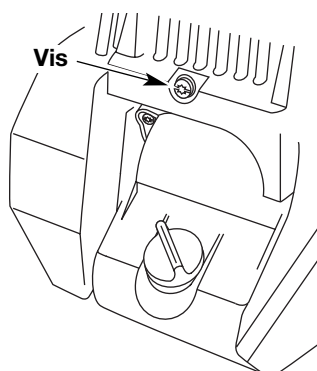

Fig. 36
3. Enlevez la vis derrière le couvercle du moteur (Fig. 36).